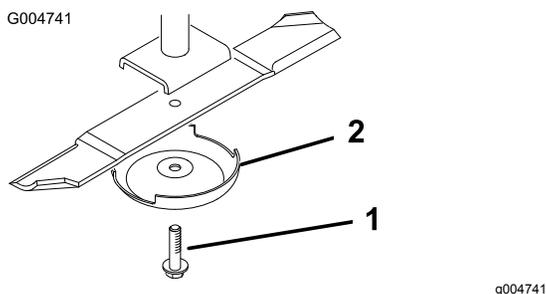

Figura 78
- Togliete il bullone, la coppa antistrappo e la lama dall'asse del perno (Figura 78).